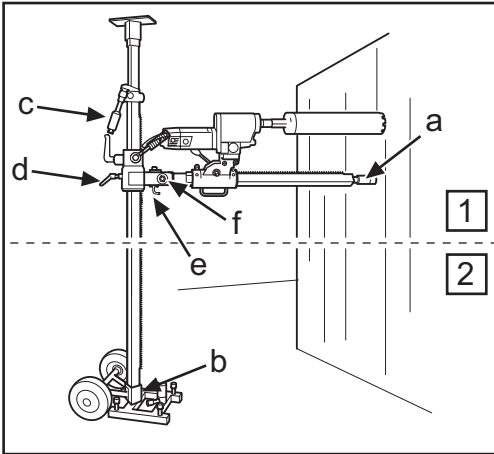

Fig.3
7. Vinkla tillbaka och fäll upp borrpelaren, säkra med L-handtaget (e) (Fig. 3) och muttern (f) (Fig. 3). Vid gradborrnig lossas L-handtaget och borrpelaren ställs in i önskad vinkel genom att mutter (d) (Fig.6) dras åt med en 30 mm nyckel.
- 8. Kontrollera borkronans läge. Skruva in stämpskruven mot väggen för att fixera borrpelaren. Säkra med låsmutter 30 mm (a) (Fig. 3), använd en träregel som mellanlägg.
7. Boresøjlen vinkles tilbage, fældes op og sikres med L-grebet (e) (Fig. 3) og møtrikken (f) (Fig. 3). Ved gradboring løsnes L-grebet, og boresøjlen stilles i den ønskede vinkel, ved at møtrikken (d) (Fig. 6) spændes med 30-mm-nøglen.
- 8. Kontrollér borekronens placering. Skru stempelskruen ind mod væggen for at fikser boresøjlen. Det sikres med en 30-mm-låsemøtrik (a) (Fig. 3); brug et stykke træ som mellemlæg.
7. Vinkle tilbake og fell opp borsøylen, sikre med L-håndtaket (e) (Fig. 3) og mutter (f) (Fig. 3). Ved gradboring løsnes L-håndtaket og borsøylen stilles inn i ønsket vinkel ved at mutter (d) (Fig. 6) trekkes til med 30 mm nøkkel.
- 8. Kontroller borkronens stilling. Skru inn søyleskruen mot veggen for å fikser borsøylen. Sikre med låsemutter 30 mm (a) (Fig. 3), bruk en treplanke som mellomlegg.